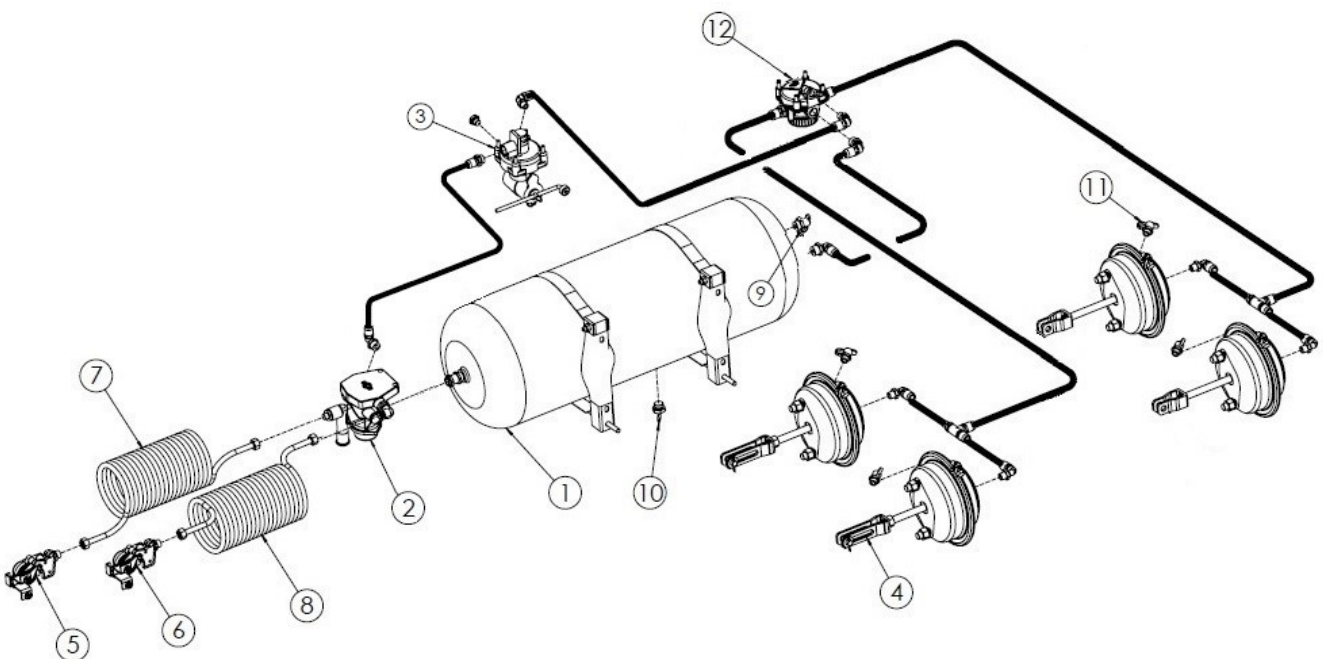

Рисунок 11-й Пневматическая тормозная система 2-проводная с ALB
- двухпроводная пневматическая система с клапаном ALB (рисунок 11),
В качестве опции навозоразбрасыватель может быть оснащен 2-проводным пневматическим тормозом с ALB (с автоматическим регулятором силы торможения) – рисунок 11. Тормоз приводится в действие с места водителя путем нажатия на педаль тормоза трактора.